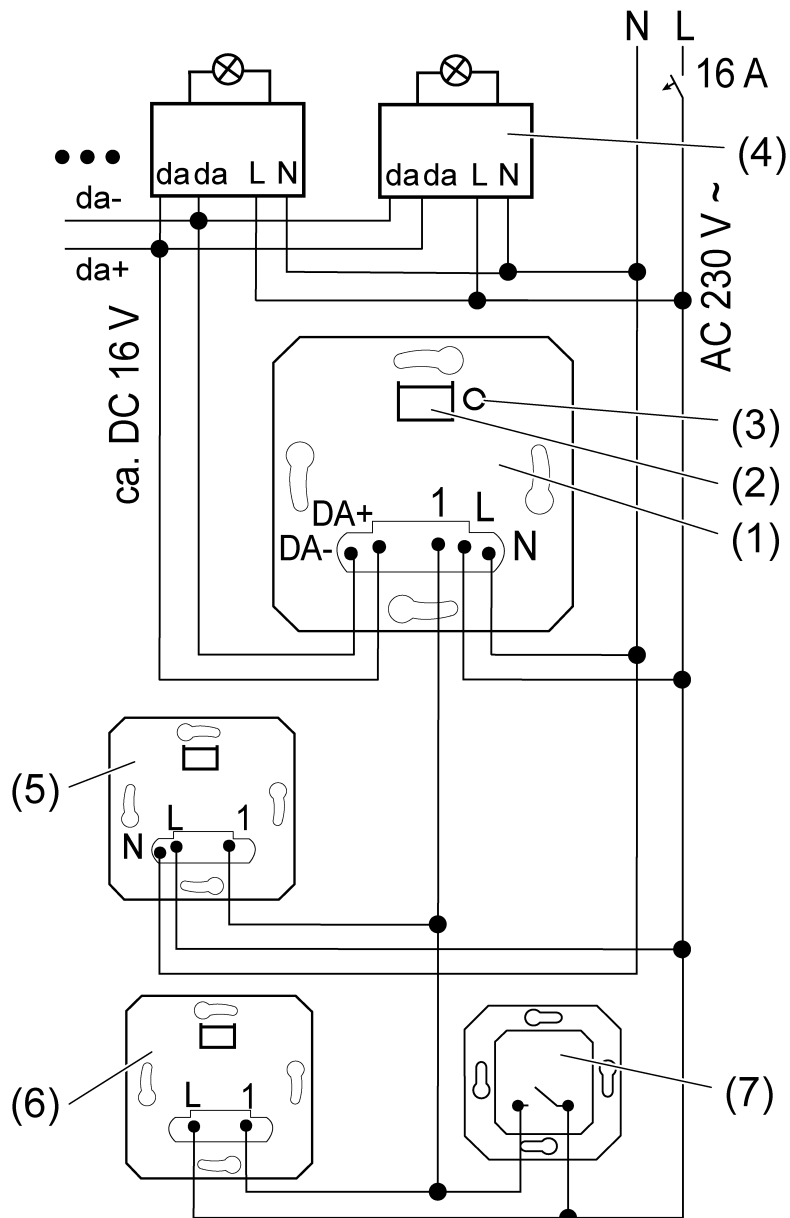

Bild 1: Anslutningsschema med sidoenheter (tillval)
- Anslut DALI-insatsen (1) och DALI-enheterna (4) enligt anslutningsschemat (se bild 1).
- i** Genom att man trycker kort på knappen Test (3) kan den anslutna belysningen kopplas om även utan påbyggnad.